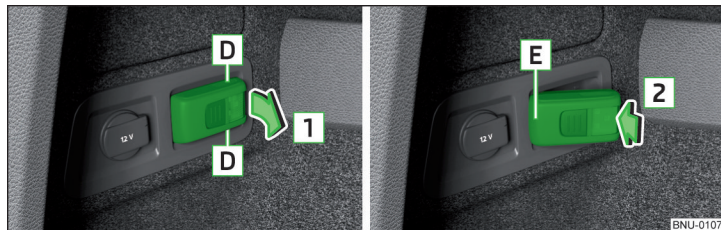

Fig. 154 Retirar la lámpara / Introducir la lámpara
- Para **retirar** la lámpara en la zona **D** y pivótela en el sentido de la flecha **1** » fig. 154.
- Para **colocar**, colocar primero la lámpara con la parte trasera **E** en el soporte » fig. 154 y luego presionar la lámpara en sentido de la flecha **2**, hasta que se escuche el sonido de encaje.